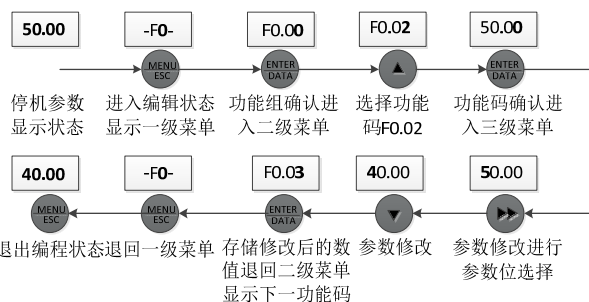

图4-8 参数编辑操作示例
50.00Hz更改设定为40.00Hz的示例。图4-8中黑体数字表示闪烁位）